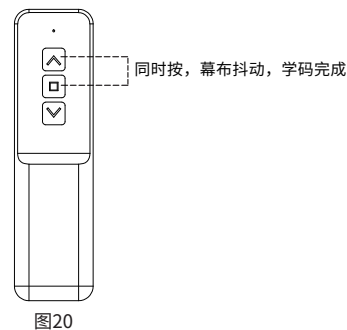

图20
1.先断开幕布电源,10秒后再重新接入电源,幕布上下微动1次提示上电;上电10秒以内,同时按遥控器“停止键”和“上行键”,幕布再上下微动1次学码成功。(如图20)